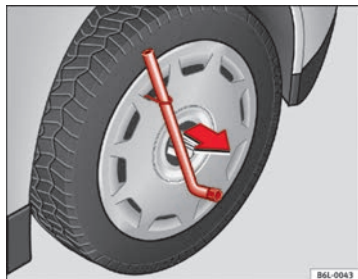

Fig. 133 Retirer l'enjoliveur de roue plein
- Retirez l'enjoliveur plein de la roue à l'aide de l'étrier métallique ⇒ fig. 133.